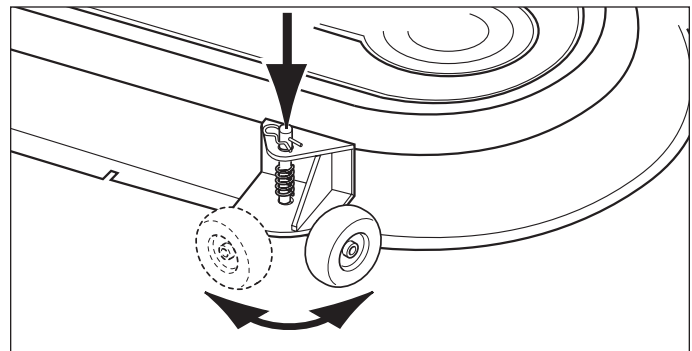

Figure 13. Roulettes-guides - Modèles de 137 cm seulement
1. Garer le tracteur, abaisser le levier de relevage, désengager la PDF, arrêter le moteur, retirer la clé du contact et serrer le frein de stationnement. Le cas échéant, faire pivoter les roulettes-guides en position coulissante (voir la figure 13).
6. Le cas échéant, soulever le levier de relevage et pivoter les roulettes-guides avant (figure 13) en position de coupe.